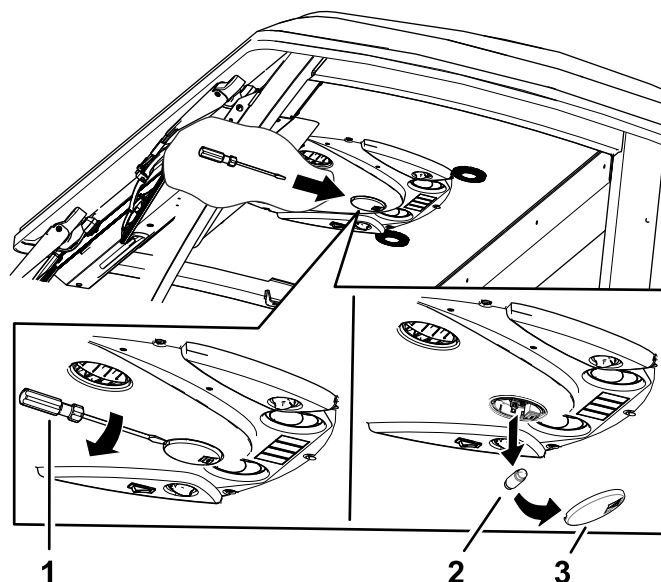

Figura 90
1. Folosiți o șurubelniță pentru a îndepărta lentila lămpii de pe panoul de comandă. (Figura 90).
2. Îndepărtați becul de la baza lămpii (Figura 90).